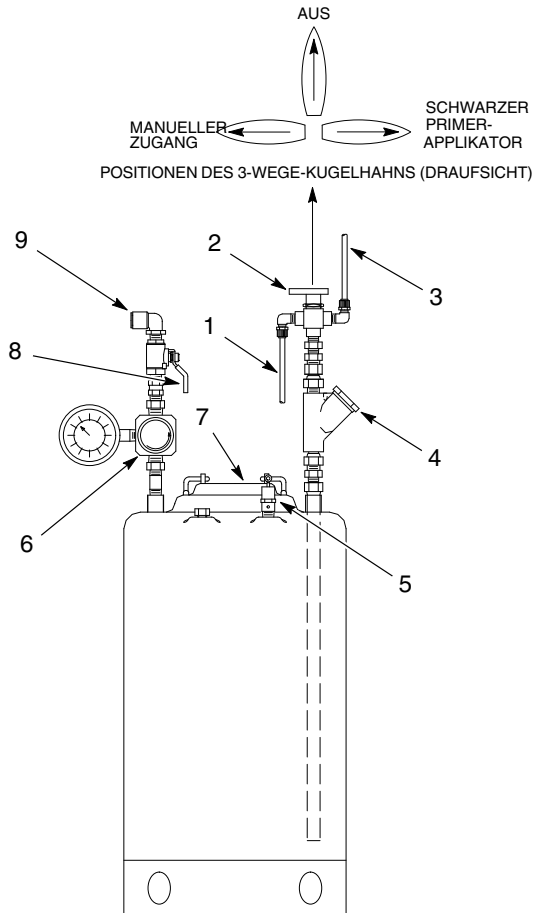

Abb. 1 Typische Komponenten des Druckbehälters
Siehe Abbildung 1 und Tabelle 1. In einem typischen System enthält der Fünf-Gallonen Druckbehälter Lösungsmittel zum Ausspülen von schwarzem Primer (Grundierung) aus einem Applikator und einem Durchflussmesser.
1. Siehe Abb. 1. Durchflussregelventil (8) öffnen.
2. Den Luftregler (6) auf den gewünschten Luftdruck einstellen.
3. Den 3-Wege-Kugelhahn (2) bei Bedarf in die gewünschte Position drehen.
1. Siehe Abb. 1. Darauf achten, dass der Kugelhahn (2) in Position Aus ist.
2. Durchflussregelventil (8) schließen.
3. Luftregler (6) auf 0 bar/psi einstellen. Am Ring des Druckentlastungsventils (5) ziehen, um Druck aus dem Druckbehälter zu entlasten.
4. Abdeckung (7) entriegeln und abnehmen. Den O-Ring an der Abdeckung auf Schäden prüfen und bei Bedarf ersetzen.
5. Druckbehälter bis zum gewünschten Stand füllen. Abdeckung (7) installieren und verriegeln.
6. Luftregler (6) auf den gewünschten Druck einstellen.
7. Durchflussregelventil (8) öffnen.
8. 3-Wege-Kugelhahn (2) bei Bedarf in die gewünschte Position drehen.